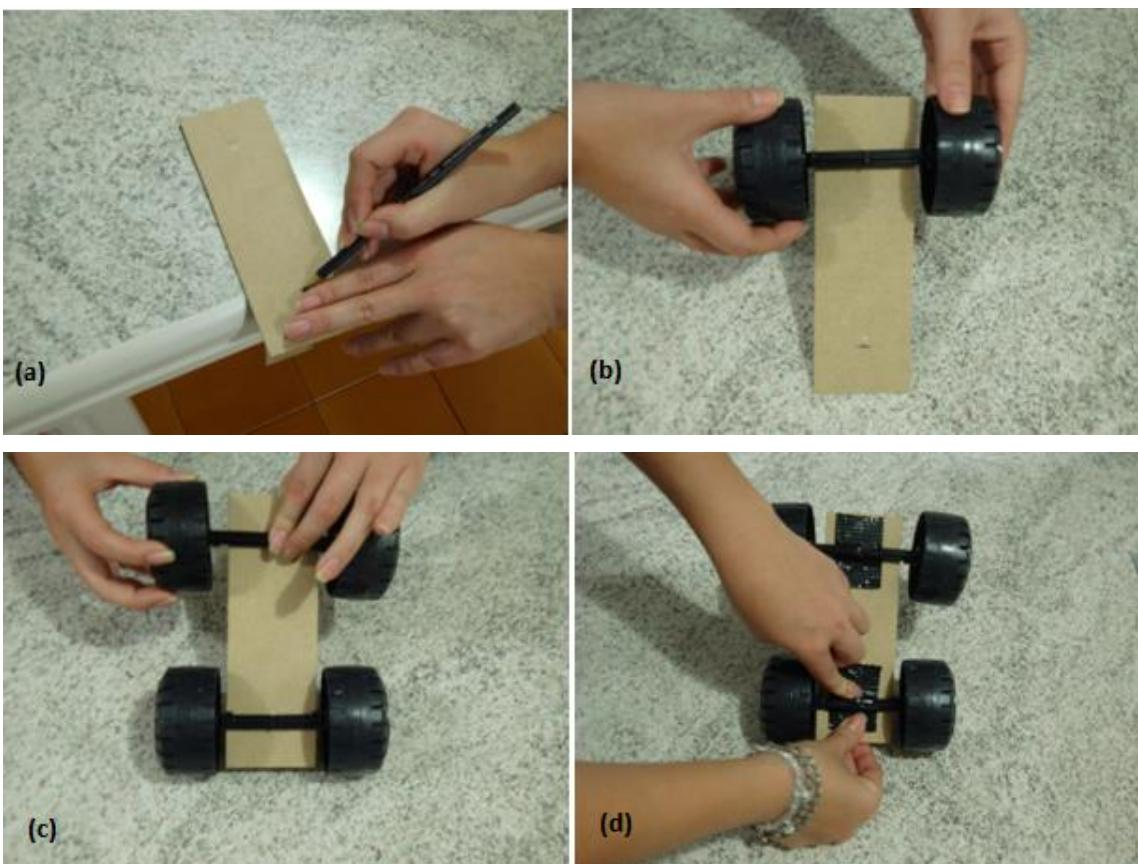

Figura 6. Fixar os eixos de roda na base.
- 6) Em seguida, para fixar os dois eixos de rodas na base do carrinho, fazer uma marcação no local onde deve ser colado esses eixos, cerca de dois dedos de cada extremidade da base (aproximadamente 3 cm) como mostrado na figura 6.a. Utilizando o adesivo instantâneo, fixar os dois eixos de rodas (figuras 6.b e 6.c). Colocar um pedaço de fita adesiva para assegurar que os eixos se mantenham fixos (figura 6.d).